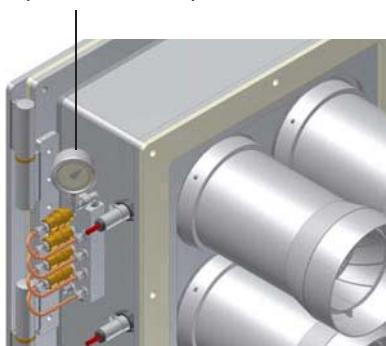

Рис. 38
- 9 Давление питания форсунки уже отрегулировано заранее на заводе-изготовителе и не должно изменяться. Только в случае необходимости, отрегулировать давление питания (см. таблицу на стр 35) следующим образом: установить манометр в положение, указанное на Рис. 38, воздействовать на регулировочный винт **VR** насоса (см. Рис. 40);